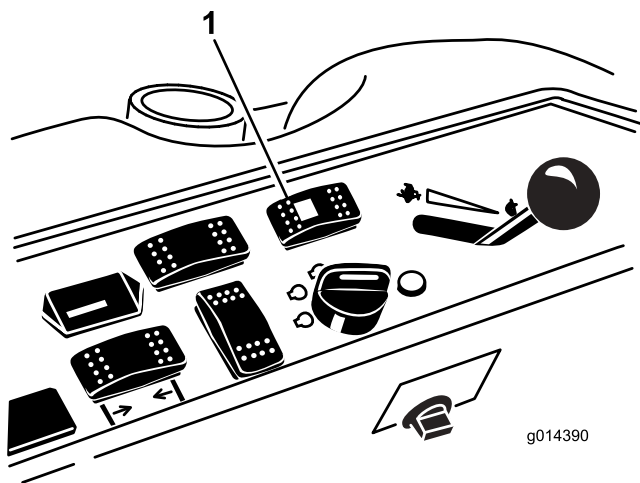

Figura 42
1. Pressione o interruptor do seletor de tração (tração às quatro rodas) para posição traseira (Figura 42).